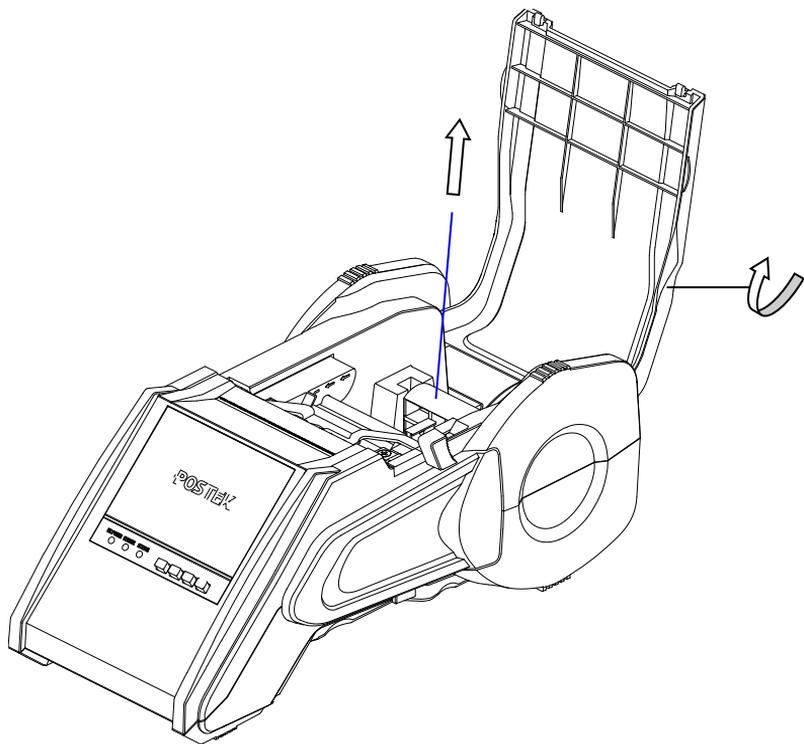

图 2-9
1. 打开顶盖，露出纸卷仓(图 2-9)，取出纸卷轴和纸卷挡板；